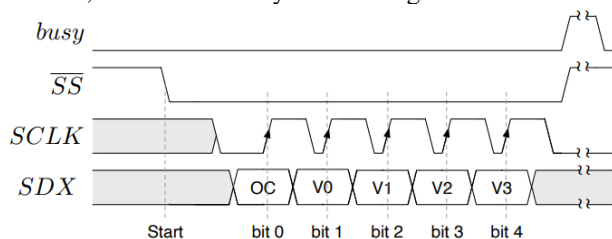

Figura 2 - Protocolo de comunicação do Serial Door Controller
O SDC recebe em série uma mensagem constituída por cinco bits de informação. A comunicação com o SDC realiza-se segundo o protocolo ilustrado na Figura 2, tendo como primeiro bit de informação, o bit OC (OpenClose) que indica se o comando é para abrir ou fechar a porta. Os restantes bits contêm a informação da velocidade de abertura ou fecho. O SDC indica que está disponível para a receção de uma nova trama após ter processado a trama anterior, colocando o busy no nível lógico “0”.
Os Blocos que podemos ver no diagrama da Figura 2 são: um *Shift Register*, que tem a função de ir guardando os bits que vão chegando do sinal *SDX*; um *counter* de 3 bits, que tem a função de guardar em que que bit da trama recebida é que o circuito vai; um bloco “=5” ou *equals five*, que tem como função fazer output de ‘1’, caso o contador chegue ao valor binário 5 e, finalmente, um Controlo (*Serial Control*), que tem como função, como o próprio nome indica, controlar estes componentes dividindo as “tarefas” em estados.
A implementação do módulo Serial Door Controller (SDC) permite a receção em série de informações enviadas pelo módulo de controlo e a seu posterior entrega ao mecanismo da porta. O SDC recebe uma mensagem de 5 bits, seguindo o protocolo de comunicação ilustrado na Figura 2, em que o primeiro bit (OC) indica se o comando é para abrir ou fechar a porta, e os demais bits contêm informações sobre a velocidade de abertura ou fechamento.